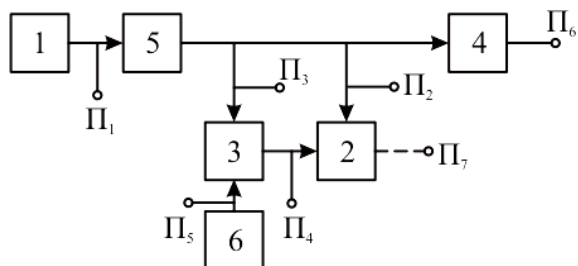

Рисунок 7.12 – Функциональная схема стабилизатора напряжения
Задача 34. Основными функциональными элементами стабилизатора постоянного напряжения (рисунок 7.12) являются: выпрямитель (1), регулирующий элемент (2), управляющий элемент (3), нагрузка (4), гасящее сопротивление (5), источник эталонного напряжения (6). Предусматривается проведение 6 тестовых проверок для оценки технического состояния стабилизатора и определения неисправного элемента. Выбрать оптимальное число проверок и составить таблицу кодовых чисел диагностирования стабилизатора комбинационным методом.